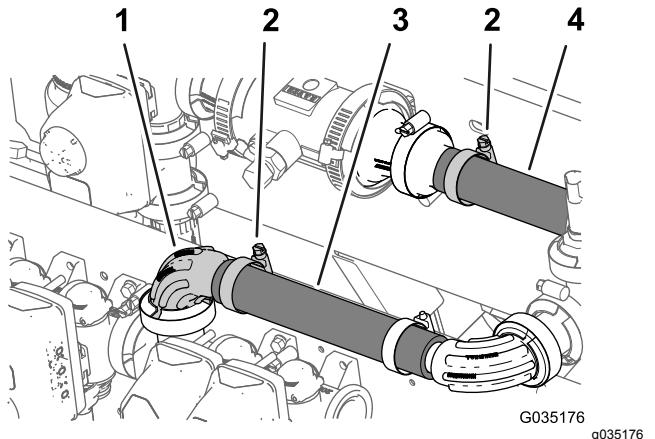

Figura 64
1. Montate il flessibile (1" x 8½") sul raccordo flangiato a 90° (1"), come illustrato nella Figura 64.
2. Fissate il flessibile al raccordo flangiato con una fascetta stringitubo (Figura 64).
3. Serrate la fascetta stringitubo che fissa il flessibile (1 x 7¼") al raccordo flangiato dentellato (1") che avete montato in Montaggio del trasduttore di pressione sulla macchina \(pagina 31\); fate riferimento a Figura 64.